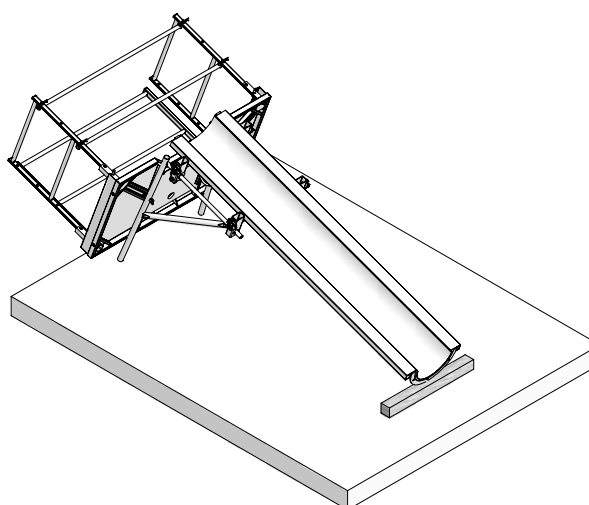

Fig. 15.3
5. Pour le nettoyage, poser la demi-coque sur la plate-forme Circo (fig. 15.3).